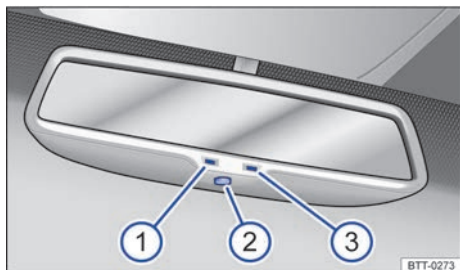

Fig. 68 En el parabrisas: espejo retrovisor interior antideslumbrante automático.
Legenda para → **fig. 68**:
- ① Luz de control.
- ② Interruptor.
- ③ Sensor para reconocer la incidencia de luz desde atrás.
El antideslumbrante automático se puede conectar y desconectar con el interruptor en el espejo retrovisor interior → **fig. 68** ②. Si está conectado el antideslumbrante automático se enciende la luz de control → **fig. 68** ①.
- Un sensor del lado que indica hacia el interior del vehículo, que mide la incidencia de luz desde *detrás* → **fig. 68** ③.